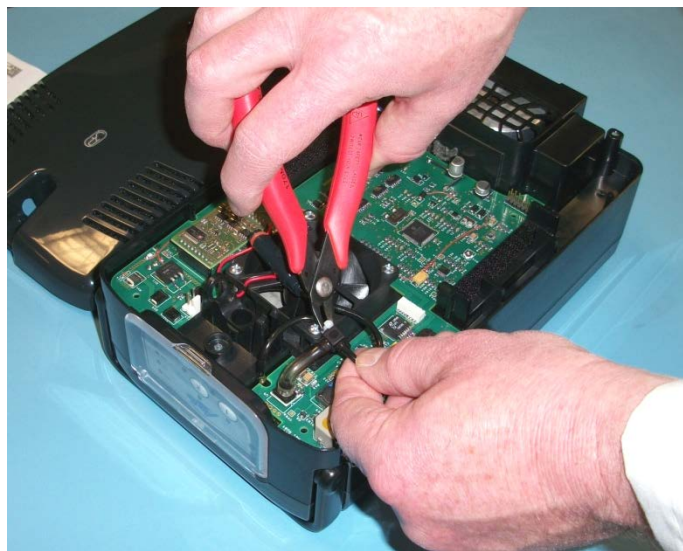

Abbildung 5.9:
7. Trennen Sie den 1/8"-OD-Schlauch, der aus der Rückseite des Geräts kommt, vorsichtig von der Begrenzungsöffnung ab. (Siehe Abbildung 5.9).